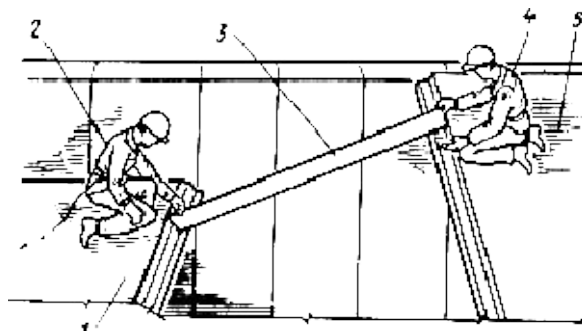

Рис.5. Схема выверки лестничной площадки
6. Рабочий, выполняющий монтажные работы берет шаблон и поднимается на установленную ранее площадку, находящуюся ниже устанавливаемой (рис.5).